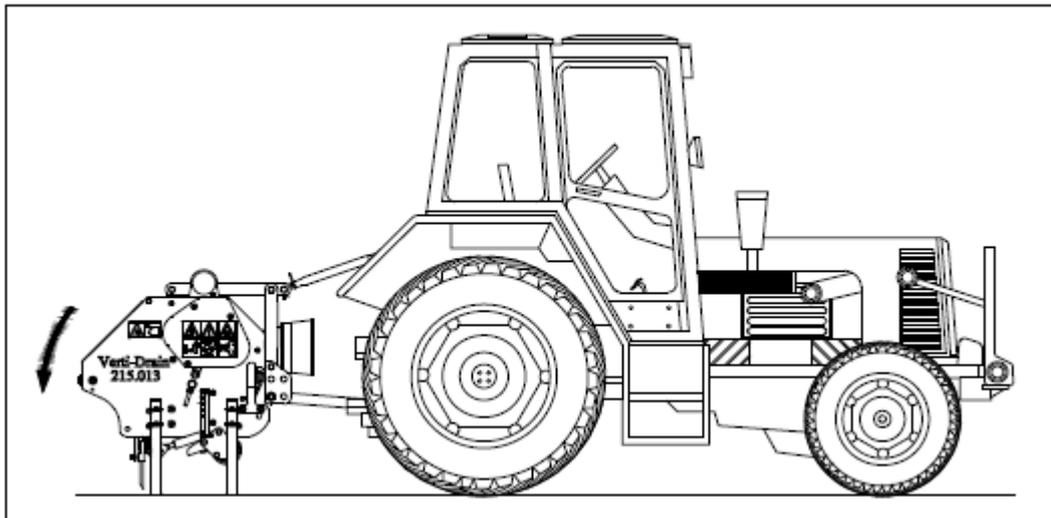

Рис. 12
Отсоединение аэратора осуществляется следующим образом (Рис. 12):
3. Установите упоры аэратора (Рис. 12).